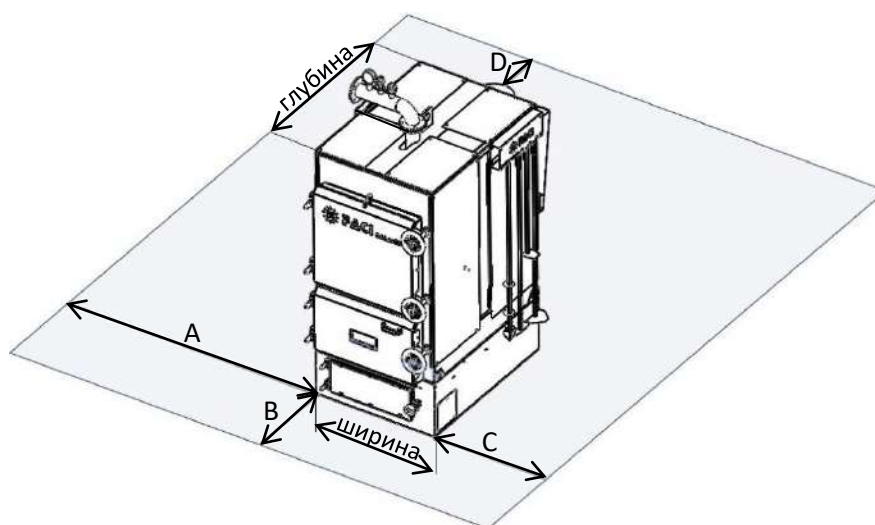

Рис. 13
**2.3.4** При установке котла в котельной необходимо соблюдать требования выдерживания свободных расстояний до ближайших препятствий (рис. 13). В указанных размерах свободных расстояний не должно находиться никаких предметов, ни трубопроводов, ни других элементов котельной. Указанные технологические проходы должны быть свободны для доступа в любое время и ничем не загромождены.
Обозначение на рис. 13	Требуемое значение размера.